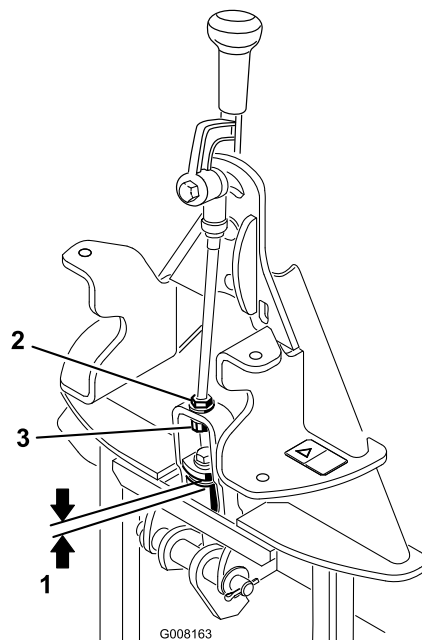

図 5
2. 図 5に示すように、上面のワッシャからアタッチメント・アダプタのリンク・アセンブリのスペーサまでの距離を測る。